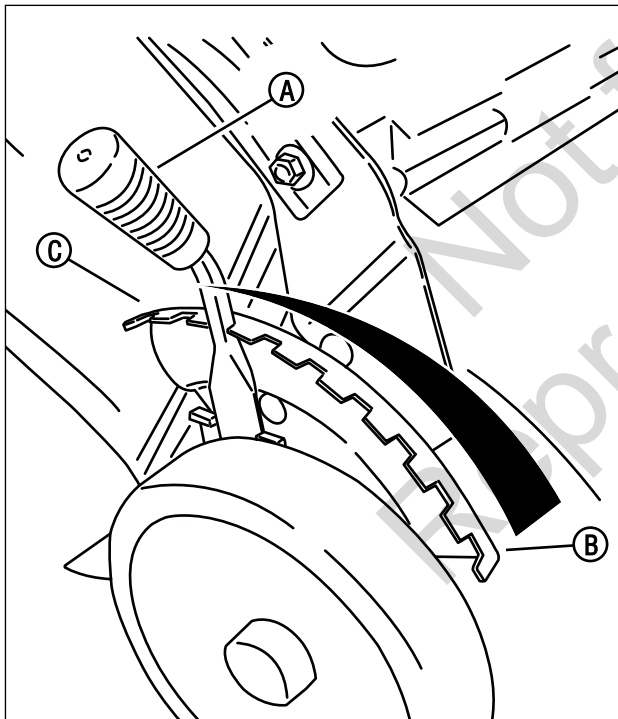
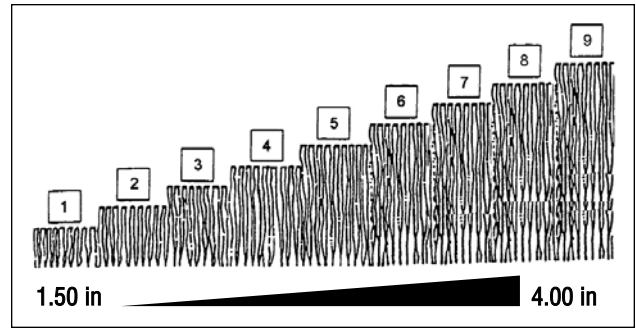

Figura 6: Ajuste de la altura de corte
Figura 7: Valores de ajuste de la altura de corte (aproximados)
1. Hale hacia afuera la palanca de ajuste de altura (**A, Figura 6**), y mueva hasta la altura de corte deseada. La posición de corte más alta es la ranura 9 (**B; además vea la Figura 7**). La posición de corte más baja es la ranura 1 (**C**).